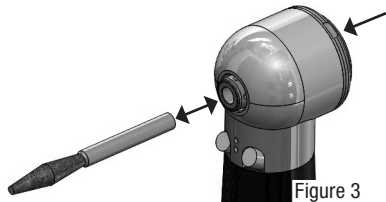

Figure 3
1. Appuyez sur le bouton-poussoir et insérez la fraise dans la tête jusqu'à ce qu'elle s'arrête (figure 3).
1. Appuyez sur le bouton-poussoir à l'extrémité du bouchon avec le pouce (figure 3).